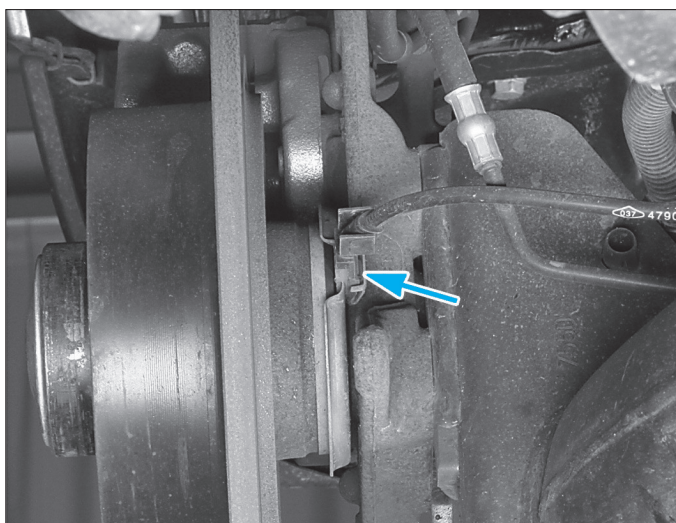

FIG. 24
- Dégrafer le capteur de vitesse de roue (Fig.24).